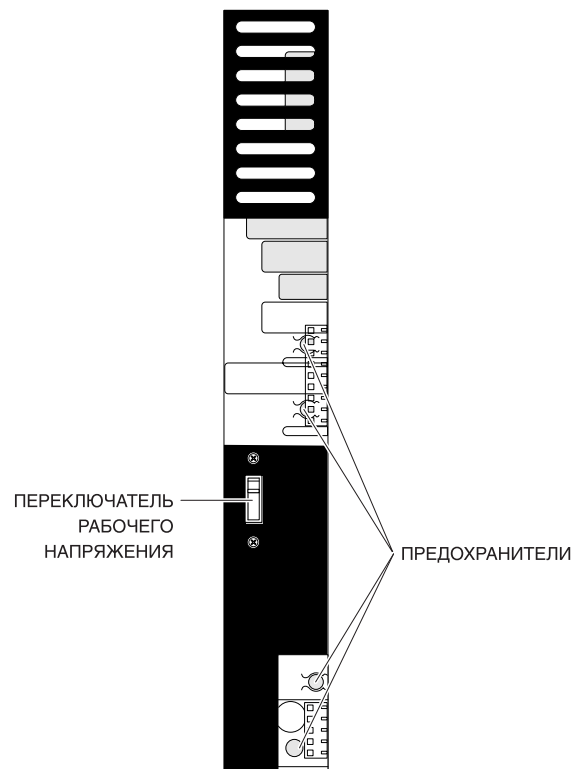

Рис. 2-3 Установка рабочего напряжения
Подключите кабель питания переменного тока к разъему на левой стороне блока. Не включайте питание системы до тех пор, пока в нее не будут установлены все карты и модули. Прикрепите обратно заднюю панель верхнего блока. Перед установкой в систему источника(ов) питания проверьте положение переключателя рабочего напряжения сети переменного тока 110В/220В (по умолчанию установлено 220В, рис. 2-3) в нужное положение. Обязательно проведите работы по заземлению системы (см. раздел "Заземление").
2. Установите верхний блок на нижний так, чтобы совпали крепежные отверстия. Соедините блоки между собой четырьмя крепежными винтами по два спереди и сзади верхнего блока. Установите обратно заднюю панель верхнего блока. Подключите кабель питания переменного тока к разъему на левой стороне нижнего блока и соедините второй разъем этого блока с разъемом питания верхнего блока кабелем питания, поставляемым в комплекте с картой LCP. Не включайте питание системы до тех пор, пока в нее не будут установлены все карты и модули. Перед установкой в систему источника(ов) питания проверьте положение переключателя рабочего напряжения сети переменного тока 110В/220В (по умолчанию установлено 220В, рис. 2-3) в нужное положение.
2. Установите дополнительные блоки на нижний так, чтобы совпали крепежные отверстия. Соедините блоки между собой четырьмя крепежными винтами по два спереди и сзади верхнего блока. Установите обратно задние панели среднего и верхнего блока. Подключите кабель питания переменного тока к разъему на левой стороне нижнего блока и соедините второй разъем этого блока с разъемом питания среднего блока кабелем питания, поставляемым в комплекте с картой LCP, и таким же образом подайте питание к верхнему блоку. Не включайте питание системы до тех пор, пока в нее не будут установлены все карты и модули. Перед установкой в систему источника(ов) питания проверьте положение переключателя рабочего напряжения сети переменного тока 110В/220В (по умолчанию установлено 220В, рис. 2-3) в нужное положение.
В базовый и дополнительные блоки системы необходимо установить источники питания от сети переменного тока PSU-B. Предусмотрена возможность установить два источника питания в один блок. Второй источник необходим, если в блоке задействовано более 56 внутренних портов (см. главу 4 "Подготовка к запуску системы"). Перед установкой в систему источника(ов) питания проверьте положение переключателя рабочего напряжения сети переменного тока 110V/220V (по умолчанию — 220V, рис. 2-3) в нужное положение.